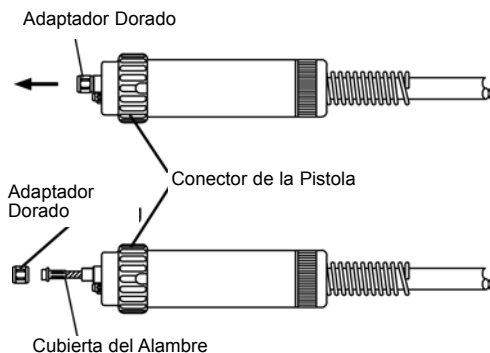

Figura 22. Reemplazo de la Cubierta del Alambre
3. Usando una llave de 12mm, afloje y quite el adaptador dorado que sale del extremo del conector de la pistola (Ver Figura 22).